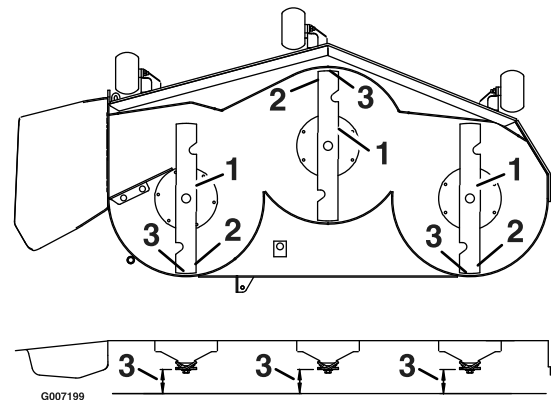

Bild 45
1. Drehen Sie die Schnittmesser, bis die Enden nach vorne und hinten gerichtet sind (Bild 45). Messen Sie von einer ebenen Fläche bis zu den Schnittkante der Messer. Notieren Sie diesen Wert.